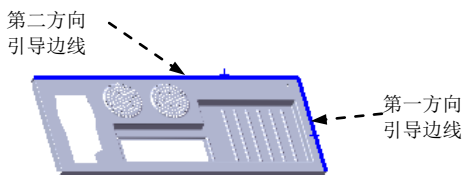

图 17.7.77 选取阵列引导边线
(1) 选择命令。选择下拉菜单 **插入(I)** → **阵列/镜向(E)** →  **线性阵列(L)...** 命令，系统弹出“线性阵列”对话框。
(2) 定义阵列源特征。单击 **要阵列的特征(F)** 区域中的文本框，选取设计树中的孔 2 作为阵列的源特征。
(3) 定义阵列参数。
① 选取图 17.7.77 所示的边线为第一方向引导边线。在 **方向1** 区域的  文本框中输入数值 6.0，在  文本框中输入数值 4。
② 选取图 17.7.77 所示的边线为第二方向引导边线。在 **方向1** 区域的  文本框中输入数值 6.0，在  文本框中输入数值 27。
(4) 单击  按钮，完成阵列（线性）2 的创建。